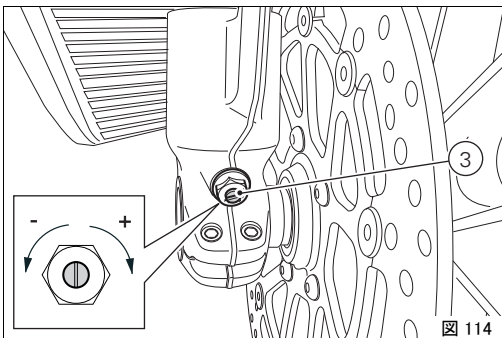

図 114
- 3) 油圧ブレーキのコンプレッションダンピング調整 (図 114)；